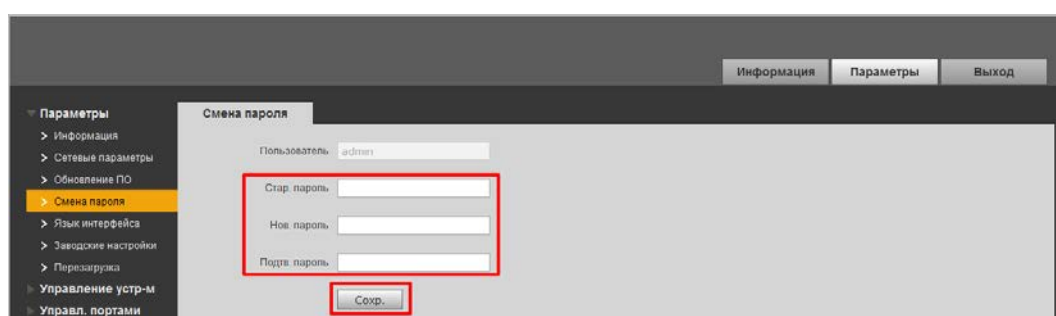

Рисунок 6.2 – Смена пароля
- Шаг 2. В появившемся окне введите имя пользователя «admin», нажмите на кнопку «Вход». Интерфейс входа в систему показан на рисунке ниже (Рисунок 6.2).